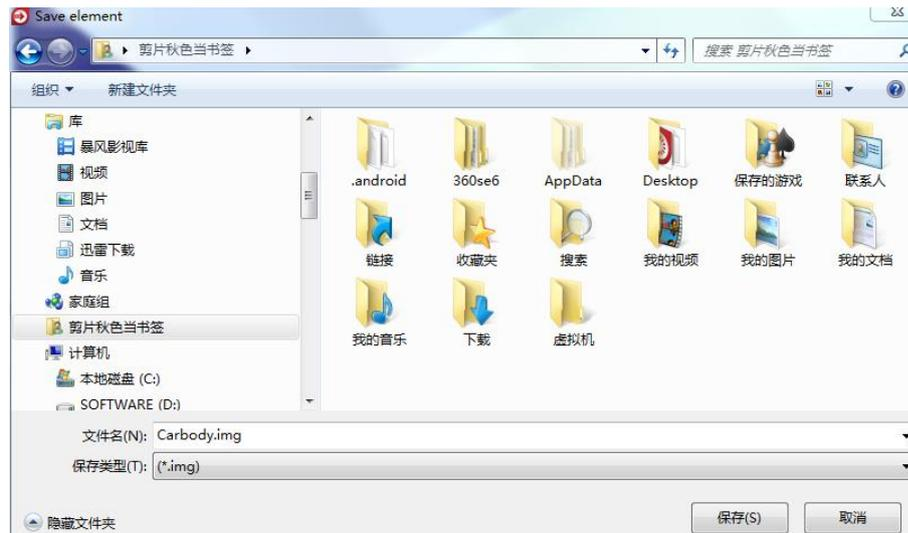

图 018-3 保存为 img 文件
3、选择菜单 **Edit-Copy to file...**，点保存，如图 018-3；